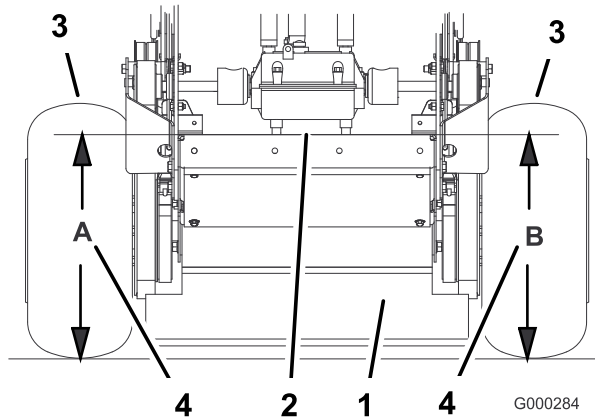

Figura 62
4. Mida la altura de la carcasa del motor en la posición **A** (Figura 62).
5. Mida la altura de la carcasa del motor en la posición **B** (Figura 62).